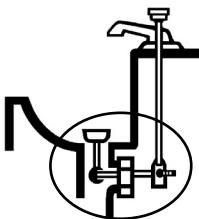

Figure 3
- En retirant le bouchon et le levier de la bonde (Figure 3).